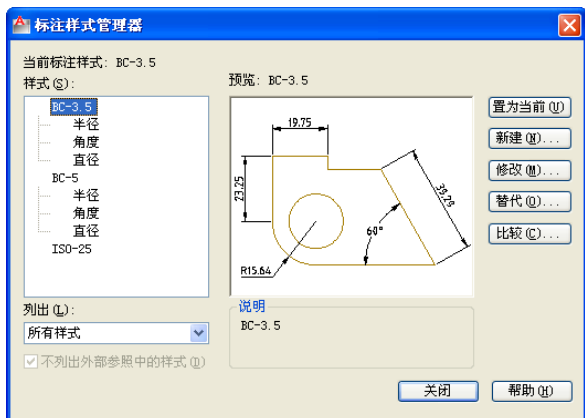
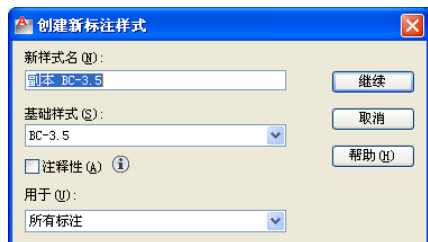

图 5-78 “标注样式管理器”对话框
图 5-79 “创建新标注样式”对话框
(1) 在“格式”菜单中选择“标注样式”命令，也可以在“标注”菜单中选择“标注样式”命令。
(2) 打开如图 5-78 所示的“标注样式管理器”对话框。在该对话框中单击“新建”按钮，打开如图 5-79 所示的“创建新标注样式”对话框。